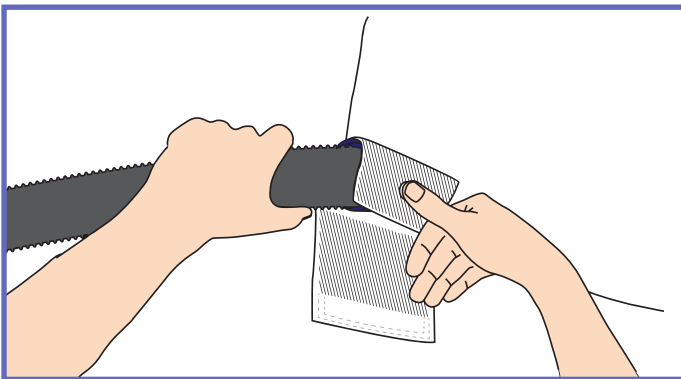

Fig. 3
- 2) Koppla ihop luftslangens snäpplås med *Maxi Air*-madrassens snäpplås, se "Fig. 3".